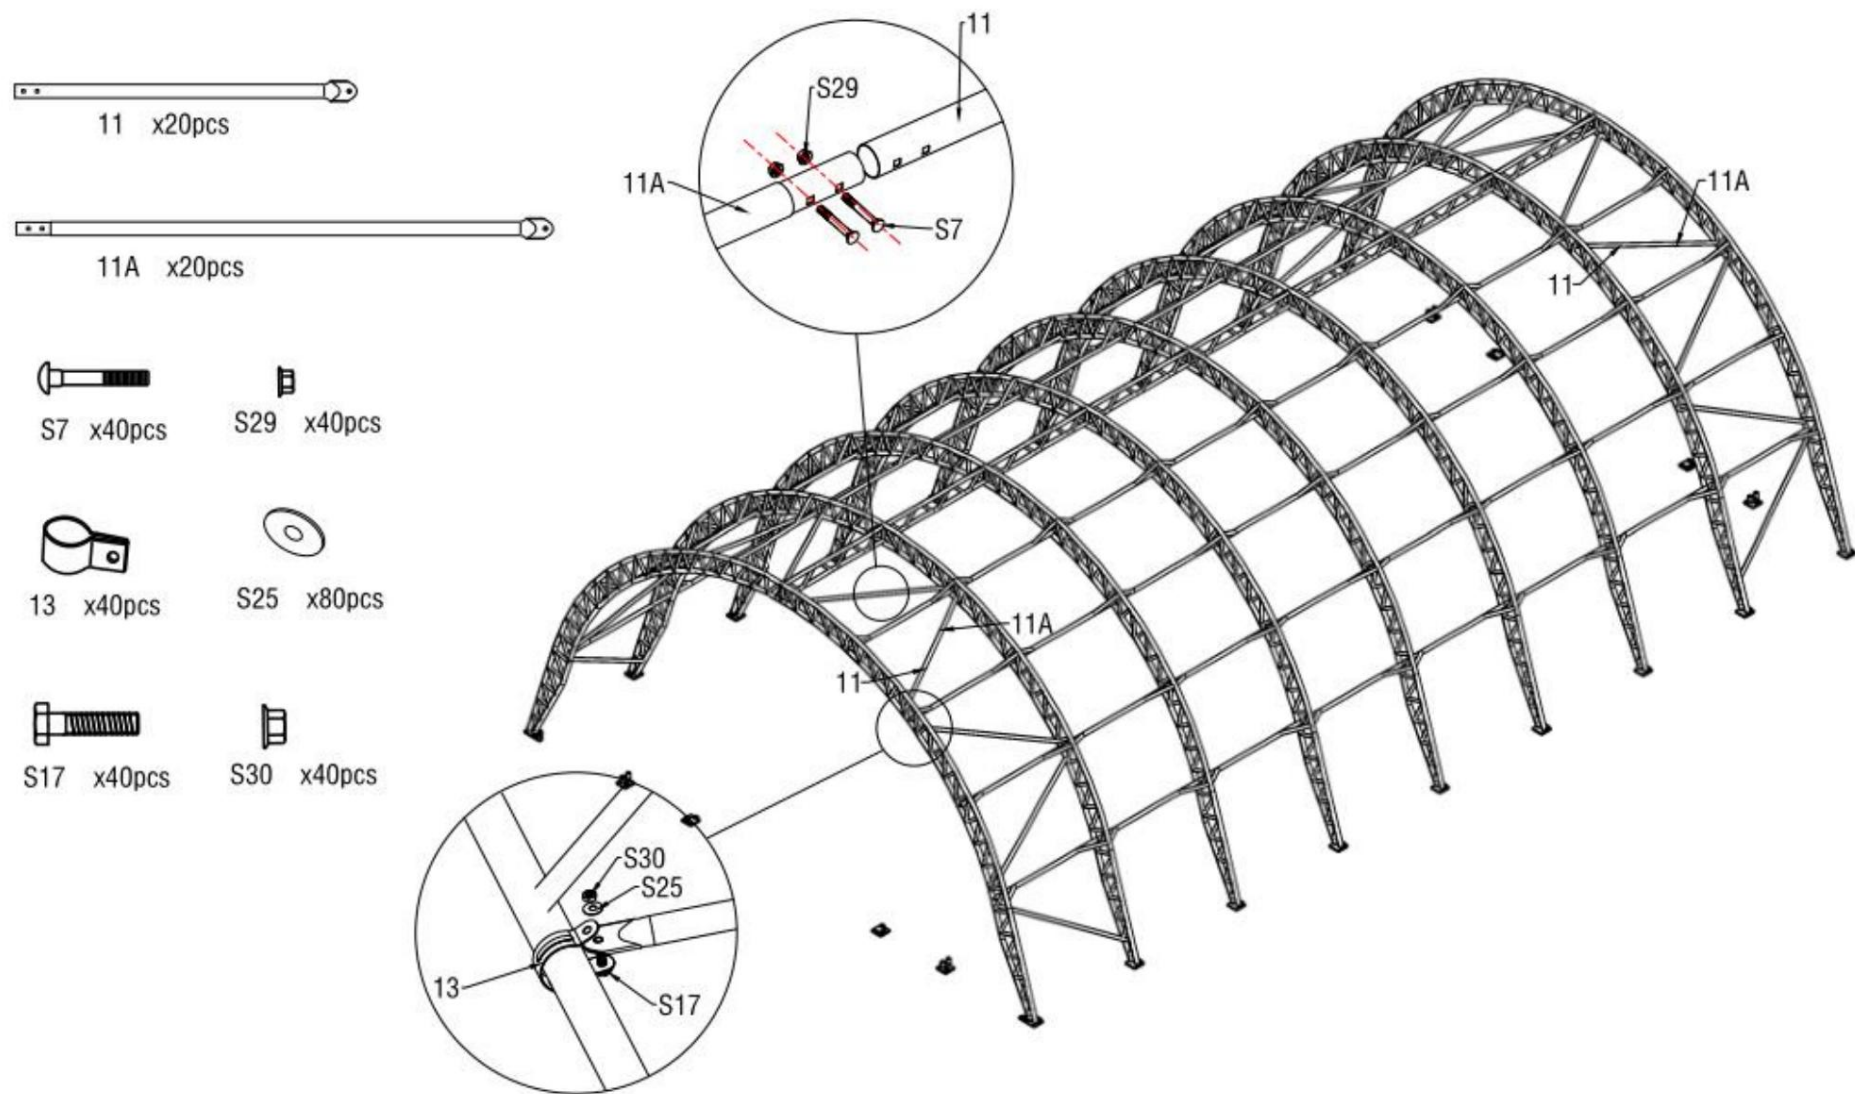

Figure 10
6. Comme illustré sur la figure 10, repérez le tube de support diagonal femelle (n° 11) et le tube de support diagonal mâle (n° 11A), puis assemblez chaque groupe de tubes de support à l'aide d'un boulon à tête carrée M8x60 (n° S7) et d'un écrou à embase M8 (n° S29). Fixez ensuite le tube de support diagonal à l'arche à l'aide de l'agrafe (n° 13).